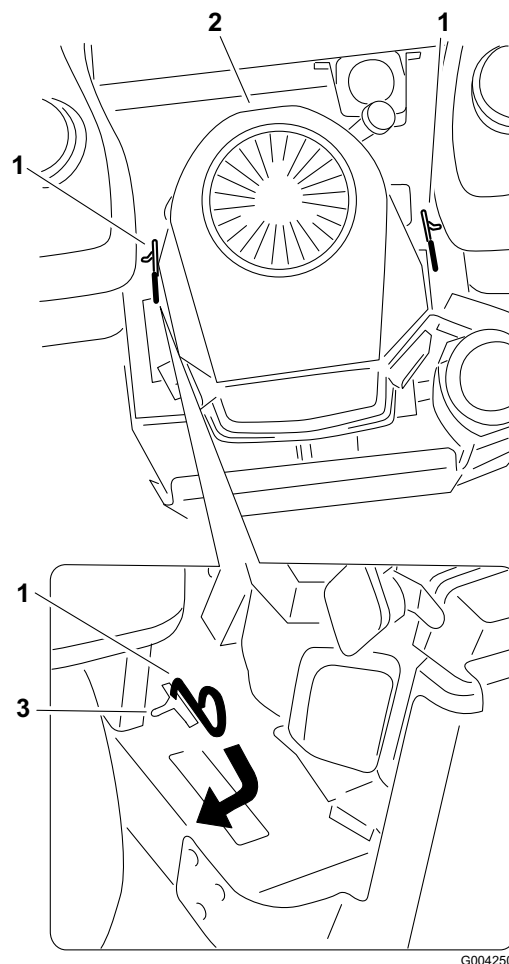

Figure 20
3. Tirez les deux leviers de dérivation en arrière puis poussez-les vers l'extérieur pour les bloquer dans le cran. (Figure 20).
Poussez chaque levier de dérivation vers l'intérieur puis vers l'avant (Figure 20).